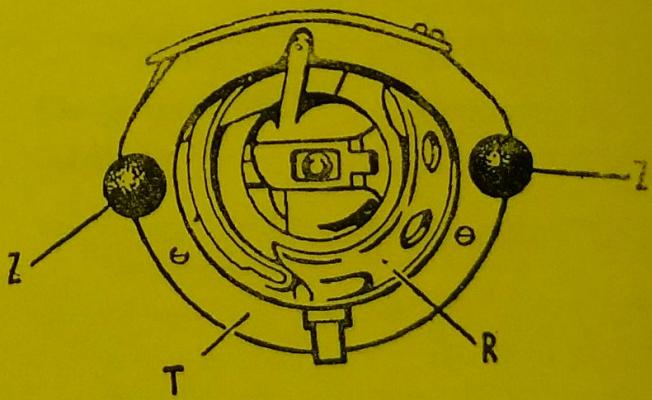

FIG. 25
- desplazar hacia afuera los pernos del carril "Z" (fig. 25) y sacar la tapa del carril "T" haciéndola girar hacia abajo;